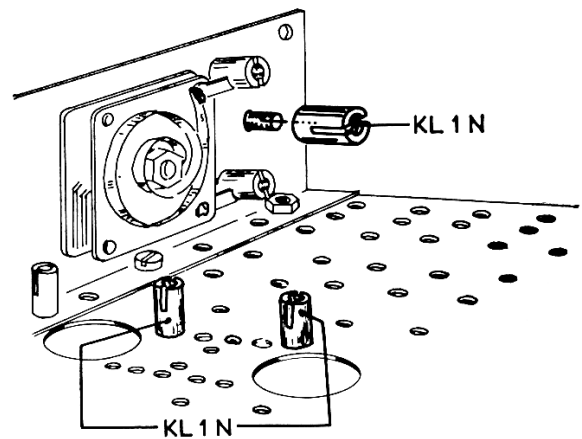

Fig. B8
5. Bevestig vervolgens nog drie klemmen KL 1 N op de bekende wijze, twee op de bruine isolatieplaat en één naast de variabele condensator (fig. B8).